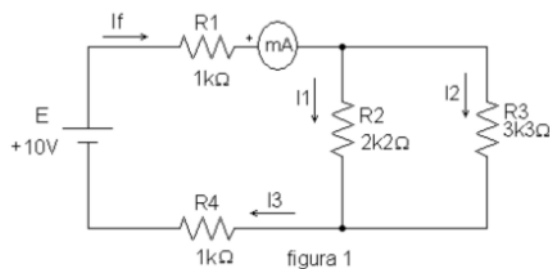

Figura 3: Circuito para medições de corrente e tensão.
1. Considere o circuito da figura 3.
3. Com a fonte de tensão  $E$  DESLIGADA, monte o circuito mostrado no esquema elétrico da figura 3.
1. Mantenha o circuito da figura 3 e meça as tensões  $V_f$  (tensão da fonte),  $V_{R1}$  (tensão sobre o resistor  $R_1$ ),  $V_{R2}$ ,  $V_{R3}$  e  $V_{R4}$  com o voltímetro devidamente polarizado, de modo que os resultados sejam positivos. Apresente os resultados: